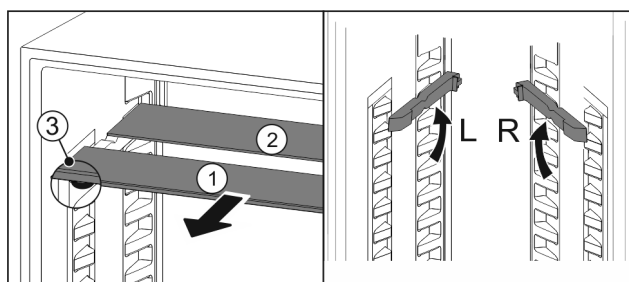

Fig. 97
- ▶ Wyciągnąć Fig. 97 (1) pojedynczo półki szklane do przodu.
- ▷ Płyta szklana Fig. 97 (1) z listwą ozdobną znajduje się z przodu.
- ▷ Stopery Fig. 97 (3) wskazują w dół.